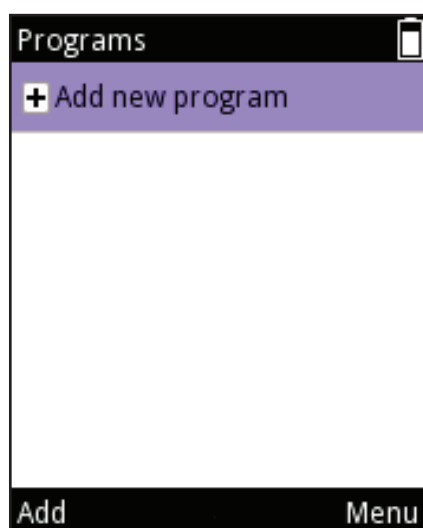

Figura D37.
2. Scorrere fino a **Add new program** (Aggiungi nuovo programma) e premere (**Add**) (Aggiungi) per aggiungere un nuovo programma (Figura D37).